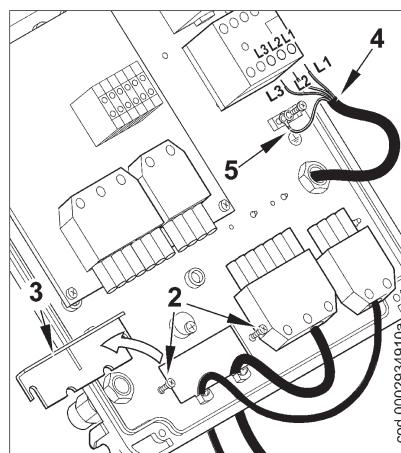

Рисунок 2
2) Ослабьте винты (2). После того, как Вы сняли кабельный зажим (3), пропустите через отверстие 7-штырьковый и 4-штырьковый разъемы (см. рис. 2). Соедините питающие кабели (4) к дистанционному выключателю, закрепите заземляющий кабель (5) и затяните соответствующий хомут.
3) Поместите кабельный зажим, как указано на рисунке 3. Поверните эксцентрик (6) так, чтобы зажим должным образом надавил на два кабеля, после этого затяните винты, фиксирующие зажим. Наконец, соедините два разъема 7-ми и 4-штырьковый.